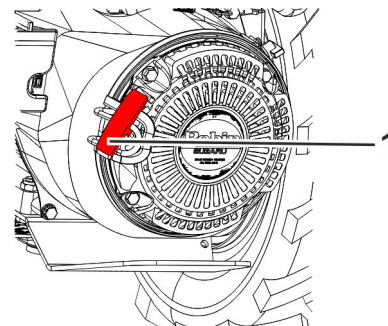

Abb. 48: Reversierstarter
4. Reversierstarter (Abb. 48/1) am Griff mit gleichmässiger Kraft ziehen, bis ein Widerstand zu spüren ist.